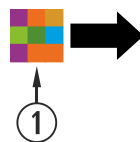

Figura 51
Para aceder à programação semanal devemos clicar no ícone e vamos aceder ao ecrã de programação. Devemos indicar em cada dia da semana o modelo que queremos utilizar, **guardar** a configuração e, depois, habilitar a programação conforme indicado no ponto ④ da figura 51.